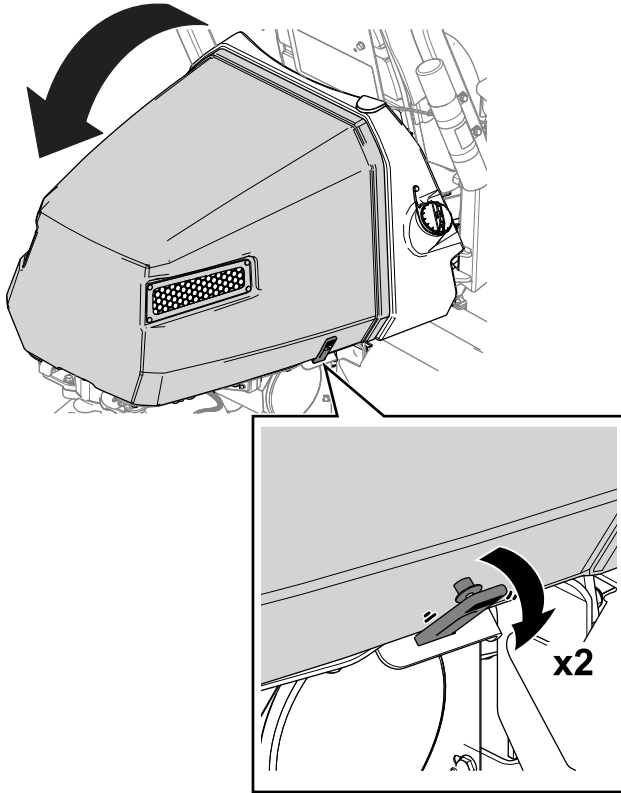

図 40
1. フードの両側でストラップを外す 図 40。
2. フードを上げる 図 40。